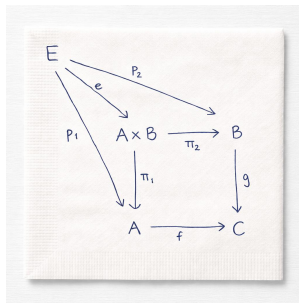

Fig. 1 A sample of a figure. This figure shows a diagram for testing figure inclusion.
2.5 図表 図表を本文中で引用する場合は、図 (写真を含む) については、Fig. 1, Fig. 2 のように、また表は Table 1, Table 2 のように引用して下さい。なお、図表中の説明、キャプション